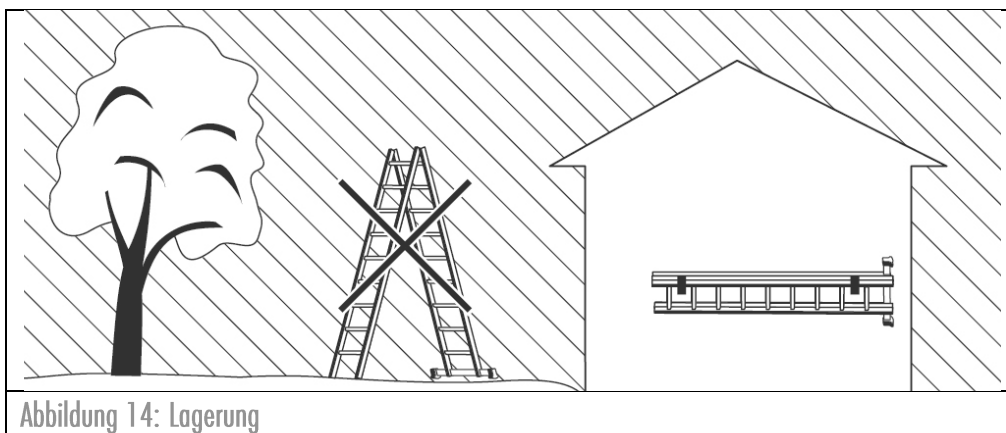

Abbildung 14: Lagerung
- Die Lagerung der Leiter sollte in einer trockenen Umgebung senkrecht stehend oder flach liegend erfolgen (Abbildung 14).
- Jegliche Beschädigungen müssen ausgeschlossen werden und alle Teile vor Witterungsverhältnissen geschützt sein (Abbildung 14).